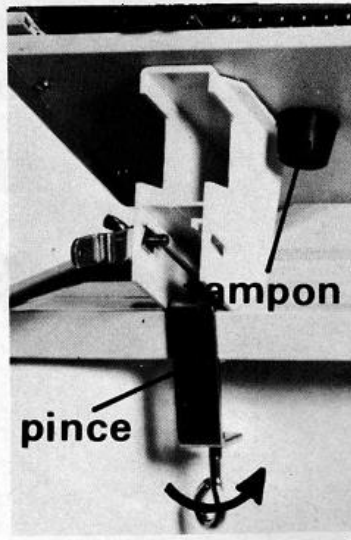

Fig. 2
- Mettre en place les raidisseurs (le raidisseur R à droite, le L à gauche) de sorte qu'ils viennent en butée contre le tampon caoutchouc noir (fig. 2).